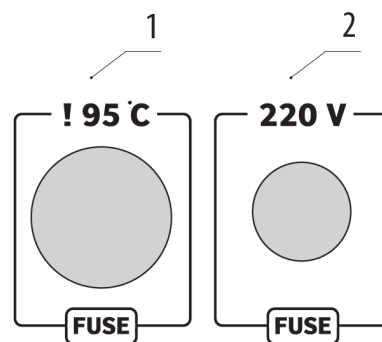

Fig. 10 Bakre kontrollpanel
1. Överhettningsskydd 2. elektrisk säkring (Fig. 10). Överhettningsskyddet kallas även maxtermostat,